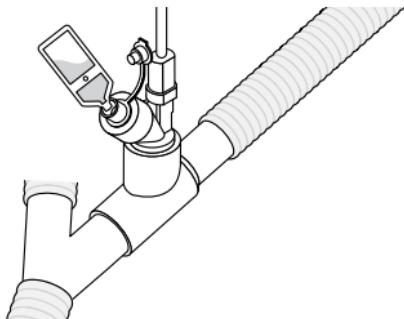

Figure 12. Remplissage du nébuliseur à l'aide d'une ampoule préremplie
2. Ajouter la solution médicamenteuse dans l'orifice de remplissage du nébuliseur à l'aide d'une ampoule préremplie ou d'une seringue (figure 12).